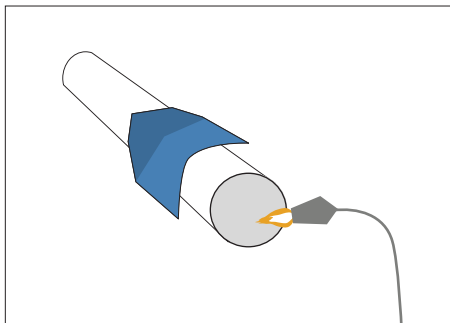

Рис. 23
**Внимание:** Для предотвращения образований трещин в холодное время года (температуре ниже  $+5^{\circ}\text{C}$ ) на SHINGLAS серии КЛАССИК и ДЖАЗ рекомендуется производить изгиб на металлической искусственно подогретой трубе диаметром примерно 10 см (см. рис. 23).